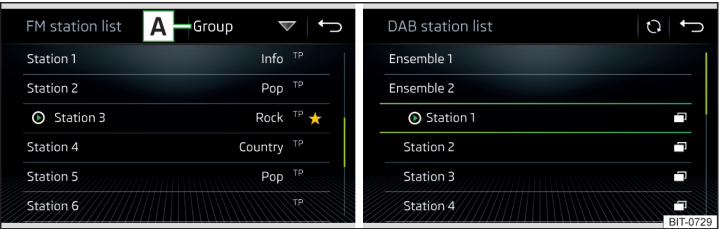

Fig. 195 Exemplu de listă a posturilor de radio FM / DAB disponibile
- Pentru **sortarea** (FM) posturilor de radio în ordine alfabetică, după grupă sau gen, atingeți suprafața de comandă funcții » fig. 195 » .
- Pentru **filtrarea** posturilor în funcție de tipul programului (de ex. cultural, muzical, sportiv etc.), atingeți în lista de posturi FM (cu funcția RDS activată) și în lista de posturi DAB (la selectarea sortării alfabetică a listei de posturi) suprafața de comandă funcții » fig. 195.
- Pentru actualizarea **manuală**, atingeți suprafața de comandă funcții. » fig. 195.